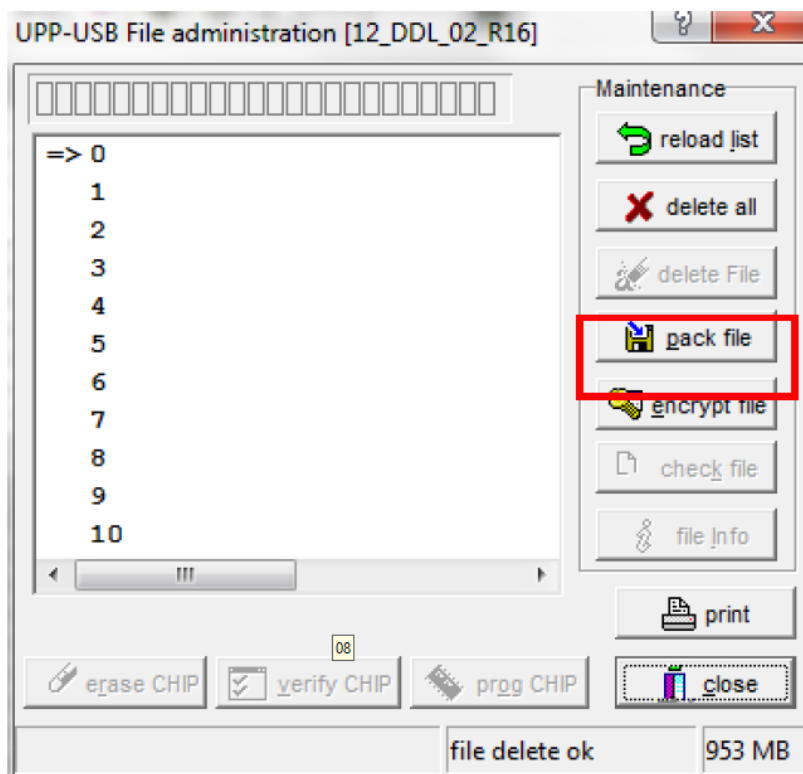

Рисунок 13
2.2.10 Выберите опцию «pack file», нажав на соответствующую кнопку (рисунок 13).